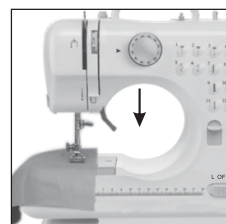

Рис. 8
2. Опустите прижимную лапку (рис. 8)